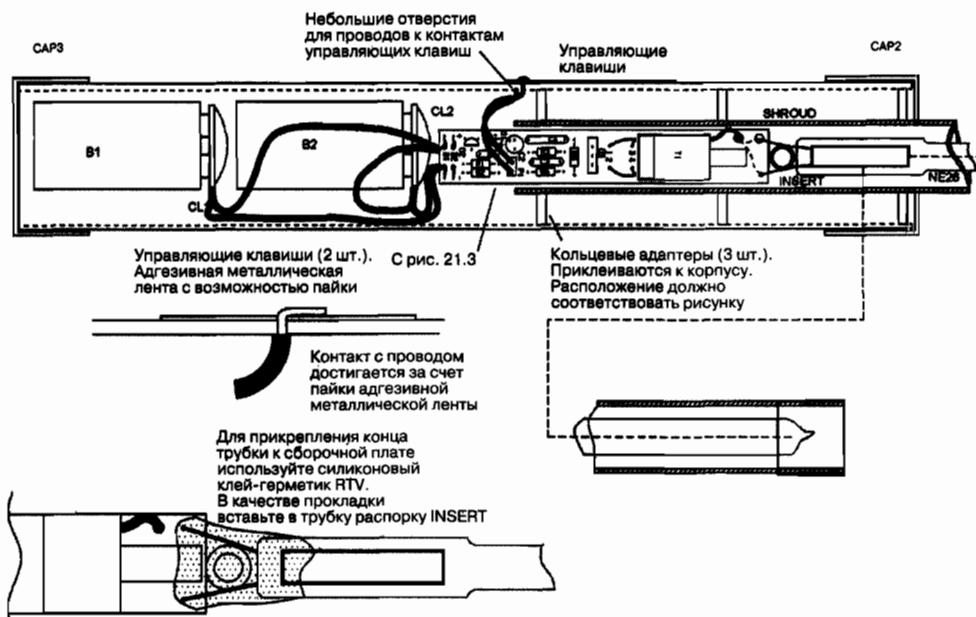
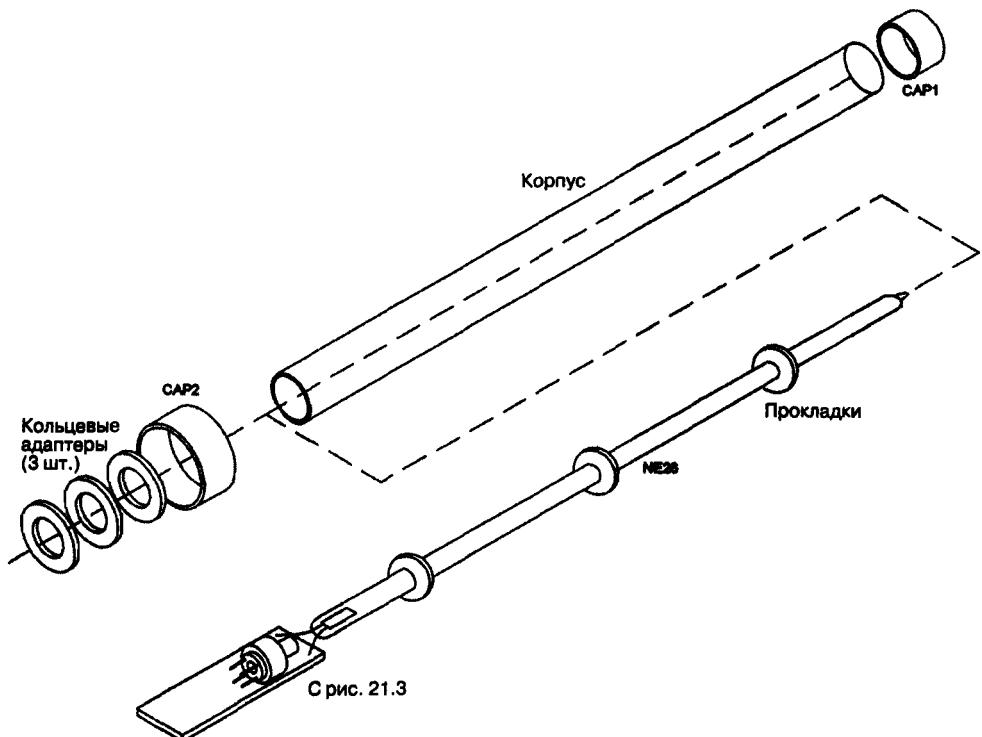

Рис. 21.5. Вид рукоятки в рентгеновских лучах
Рис. 21.6. Сборка демонстрационной трубы, корпуса и прокладок
4. Возьмите неоновую трубку NE26 длиной 30–90 см, как показано на рис. 21.5. Обратите внимание, что трубка показана только с одним внутренним электродом. Внешний электрод состоит из куска металлической ленты, намотанной на трубку, и также участвует в работе. Конструкция с внутренним электродом работает немного лучше, поскольку внутренний импеданс здесь становится только активным (резистивным). Имейте в виду, что для большинства любителей сборка трубки является практически невыполнимой задачей и ее, возможно, проще приобрести по номеру в спецификации. Припаяйте трубку к сборочной плате (см. рис. 21.5) и закрепите с помощью силиконового каучука RTV. Вставьте кусок виниловой трубы между трубкой и печатной платой для защиты трубки от возможного повреждения вследствие удара о печатную плату.
1. Отрежьте пластиковую трубку 75 см с внешним диаметром 2,54 см для корпуса, как показано на рис. 21.6. Подровняйте внешние края и очистите их от заусенцев. Красная прозрачная трубка значительно усилит зрительный эффект при использовании красного неонового газа.
2. Изготовьте четыре кольцевых прокладки из куска прозрачного гибкого винила 0,16 см (см. рис. 21.6). Эти прокладки располагают неоновую трубку NE26 по центру пластикового корпуса и обеспечивают частичную защиту устройства при неосторожном обращении. Центральные отверстия кольцевых прокладок должны обеспечивать плотное прилегание к поверхности неоновой трубки, а внешний диаметр обеспечивать плотный контакт с трубкой корпуса. Кольцевые прокладки должны быть размещены на демонстрационной трубке NE26, как показано на рисунке. Для этих деталей можно использовать и другие материалы.
3. Изготовьте три кольцевых адаптера (см. рис. 21.6). Внешний диаметр должен обеспечивать их плотное размещение внутри рукоятки НА1. Отверстие 2,54 см должно располагаться точно в центре адаптеров и плотно охватывать трубку корпуса. Адаптеры располагаются и приклеиваются к корпусу (см. рис. 21.5).
4. Изготовьте крышку САР2 с отверстием в центре 2,54 см и поместите ее на сборку корпуса трубки (см. рис. 21.5). В надетом состоянии открытая сторона крышки должна располагаться достаточно близко к переднему кольцевому адаптеру.
5. Изготовьте рукоятку НА1 из плотного поливинилхлорида (ПВХ или аналогичного материала) $4,13 \times 0,16$ см и длиной 25,4 см. Просверлите два небольших отверстия диаметром 0,16 см, как показано на рис. 21.5, для выводов управляющих клавиш. Их положение не критично и вы можете расположить их по своему усмотрению.
6. Вставьте сборку NE26 (см. рис. 21.6) с кольцевыми прокладками в корпус, как показано. Можно упростить это действие, если увлажнить внутренние стенки корпуса, дунув в него и быстро вставив трубку. Работайте в перчатках для предотвращения травмы в случае поломки трубы из стекла.
7. Вставьте указанную выше сборку в рукоятку НА1, при этом передний кольцевой адаптер входит в рукоятку примерно на 0,64 см (см. рис. 21.5). Вы можете приклеить его или оставить так для возможной последующей разборки. Наденьте крышку CAP2, как показано. Имейте в виду, что это может потребовать определенных усилий, поскольку крышка надевается очень туго и ее не обязательно приклеивать.
8. Вооружившись терпением и используя свою изобретательность, пропустите провода управляющих клавиш через отверстия в НА1 (см. рис. 21.5). Наложите зачищенные концы на рукоятку с небольшими кусочками металлической ленты, как показано. Электрический контакт с металлическими контактами создается именно за счет этого наложения. Вырежьте панельки соответствующей формы.